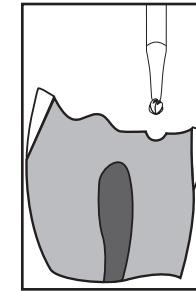

Figure 1
- Markera stället för den förutsedda stiftkanalen lätt med ett 1/4 rundborr i ett high-speed vinkelstycke (**Fig. 1**).
- Lav overfladiske fordybninger ved kanalstederne med 1/4 rundbor i et hurtiggående modvinkelshåndtag (**Fig. 1**).